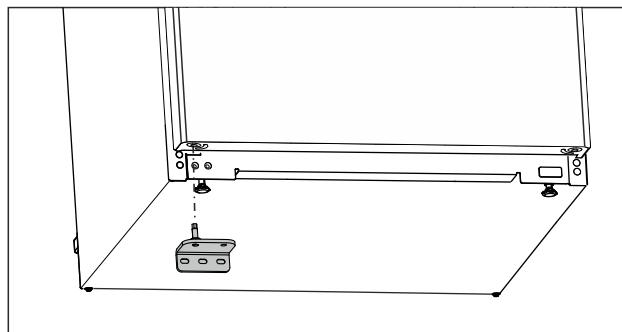

Fig. 22
- Вставте нижній опорний кронштейн із протилежного боку. (див. *Fig. 22*)